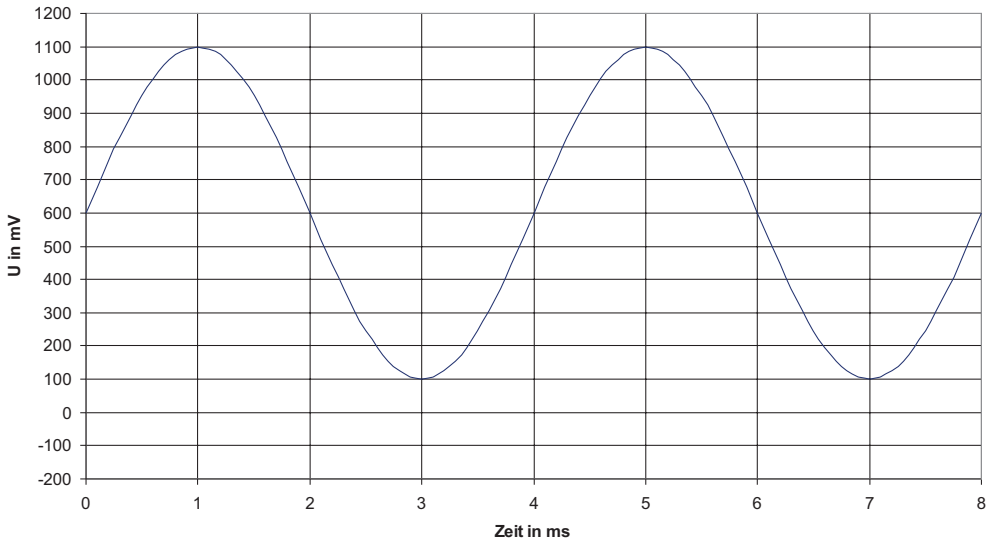

Bild 3.6 Eingangssignal an den Gliedern a und b
71. Das abgebildete periodische Signal liegt an den Übertragungsgliedern a und b (siehe Bild 3.6) an. Zeichnen Sie das Ausgangssignal der Übertragungsglieder mit in das Diagramm ein. Die Phasenlage bei dieser ist nicht von Interesse.